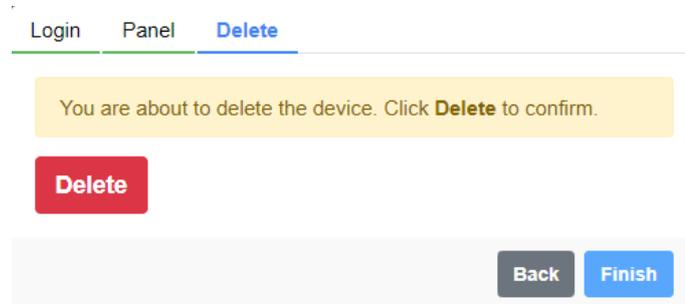

Figura 6.18: Tela de informação sobre a desvinculação ao MFM do Drive Scan
Passo 14 É solicitado a confirmação para desvincular o Drive Scan ao MFM, conforme a Figura 6.18.